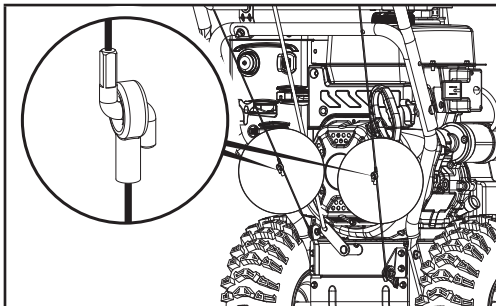

Figure 6
1. Rabattez la poignée supérieure vers le haut en vous assurant que les câbles sont bien tendus (Figure 6).